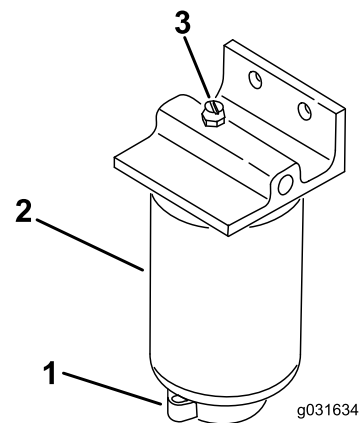

Figure 50
2. Desserrez le robinet de vidange au bas du filtre (Figure 50).
1. Nettoyez la surface de montage du filtre (Figure 50).